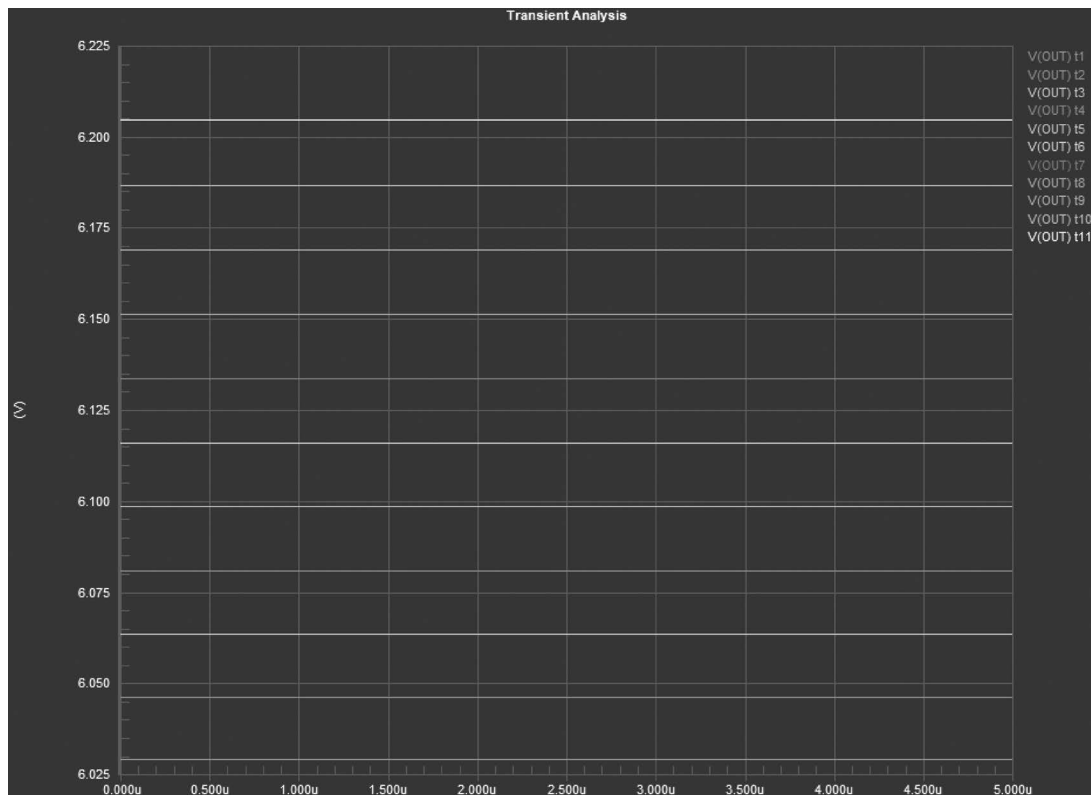

图 3-64 温度扫描仿真结果
(1) 运行 Spice 仿真后,弹出消息对话框,关闭该对话框。
(2) 自动打开 PCB_Project1.sdf 文件。如图 3-64 所示,显示 V(OUT)t1~V(OUT)t11 分别在 0~100℃ 不同温度下的输出信号时域瞬态波形。
(3) 保存工程文件,将其保存 temperature_analysis 目录下,退出设计工程。